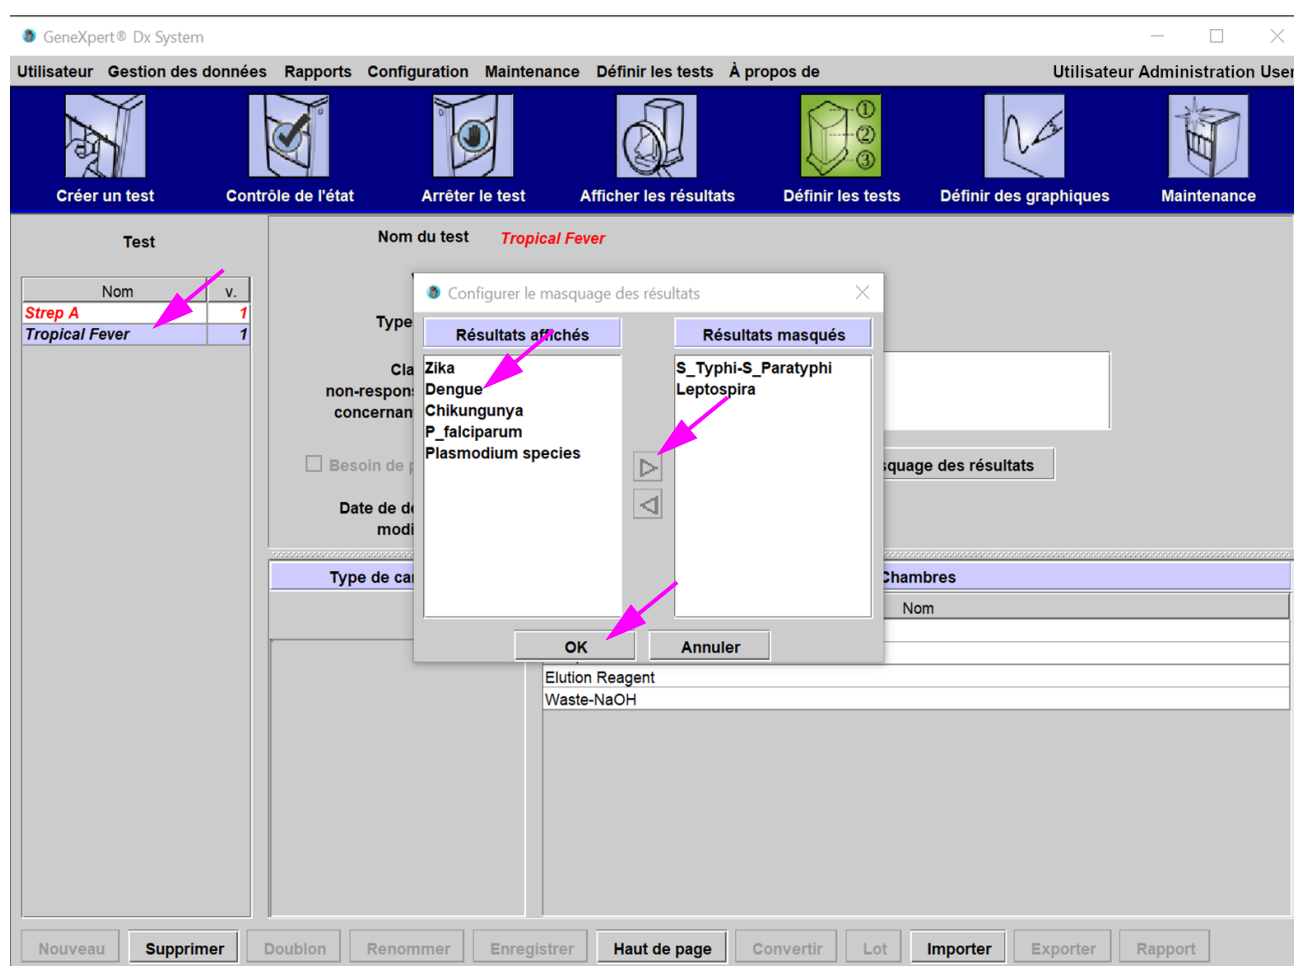

Figure 5-28. Écran Définir les tests avec la fenêtre superposée Configurer le masquage des résultats
L'écran Définir les tests s'affiche (consultez la Figure 5-28).
3. Cliquez **Configurer le masquage des résultats** (consultez la Figure 5-28).
4. La fenêtre superposée Configurer le masquage des résultats s'affiche (consultez la Figure 5-28). La fenêtre superposée Configurer le masquage des résultats contient deux colonnes, Résultats affichés et Résultats masqués. Tous les résultats dans la colonne Résultats affichés seront affichés dans les résultats de test finaux. Les résultats dans la colonne Résultats masqués ne seront pas affichés dans le résultat de test final.